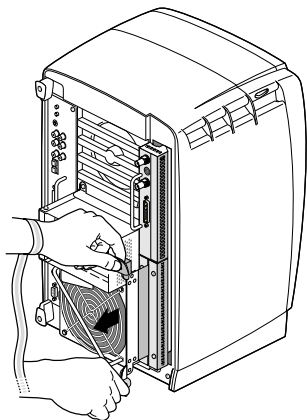

図 2-8 XIO Tri-Module の固定解除
2. 図2-8 に示すように、ハンドルを握り、XIO Tri-Module が本体から約 1 インチ (約 2.5 cm) 突き出すまで引き出します。